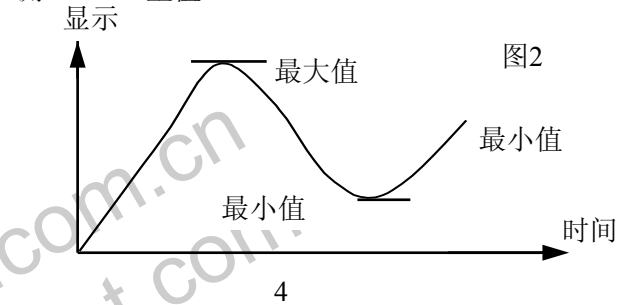

图2
5.1 在电源开关断之前，测量期间的最大值、最小值及最后一个测量值自动存储在仪表中。参见图 2。